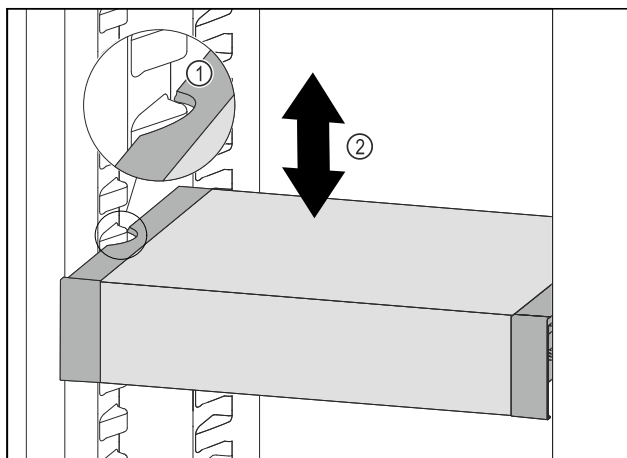

Fig. 114
- Tirare VarioSafe in avanti fino a quando le cavità laterali di VarioSafe non si trovano al livello della nervatura del contenitore nel vano frigorifero. Fig. 114 (1)
- Spostare VarioSafe verso l'alto o verso il basso nel vano frigorifero fino a raggiungere l'altezza desiderata. Fig. 114 (2)